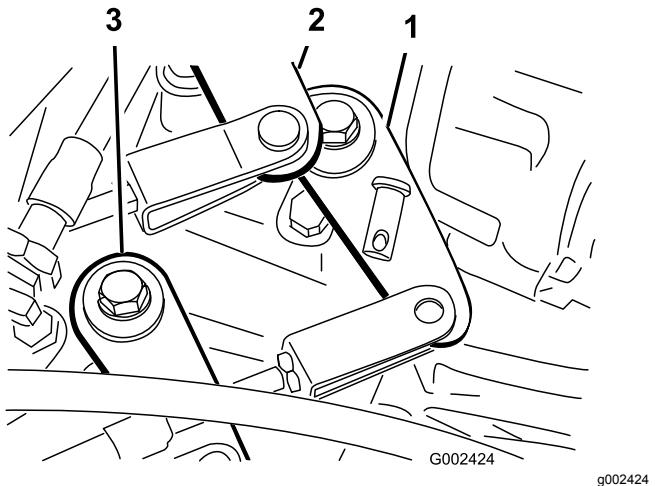

図 53
2. シフトケーブルをトランスアクスルのシフトアームに固定しているクレビスピンドルを取る図 53。
1. ハイ・ローカービングケーブルをトランスアクスルに固定しているクレビスピンドルを取る図 53。